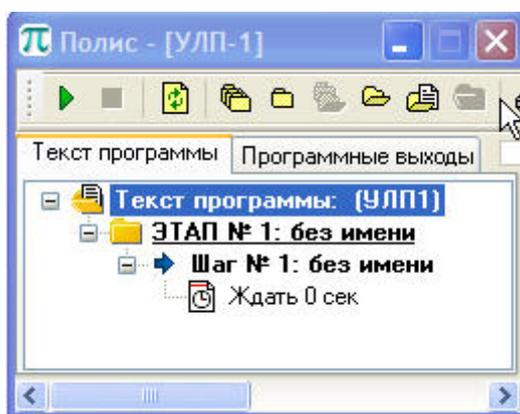
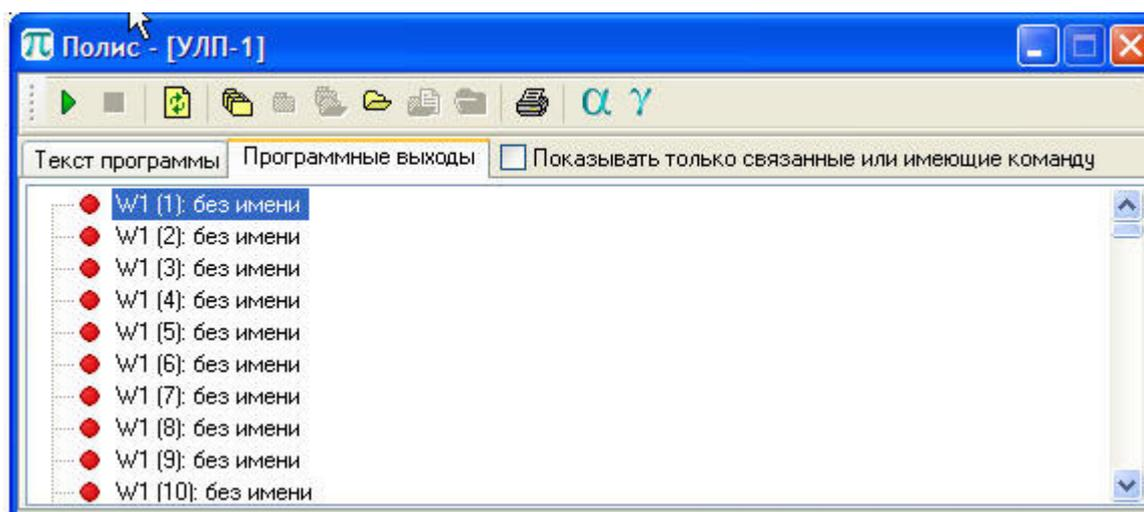

Рисунок 52 - Исходное состояние окна закладки Текст программы
Рисунок 53 - Исходное состояние окна закладки Программные выходы
- 4 Двойным щелчком мыши по шапке алгоритма УЛП открыть окно Полиса с двумя закладками. В окне закладки **Текст программы** (рисунок 52) будет размещаться сама логическая программа. Исходно автоматически создается строка с именем программы, заданном в Аркаде, строка с первым этапом (без имени), строка с первым шагом в первом этапе (без имени) и один фрагмент шага **Таймер** с временем **Ждать 0 с**. В окне закладки **Программные Выходы** (рисунок 53) указаны 144 выхода (бита) программы для связи с исполнительными устройствами. Если в этом окне отметить галочку **Показывать только связанные или имеющие команду**, то незадействованные выходы показываться не будут (при этом легче ориентироваться в общем списке выходов).